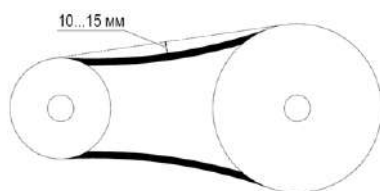

Рис. 4. Регулировка ремня
- проверить натяжение клинового ремня (см. рис. 4). При сжатии ремня в среднем положении нормальный прогиб должен составлять примерно 10-15 мм.